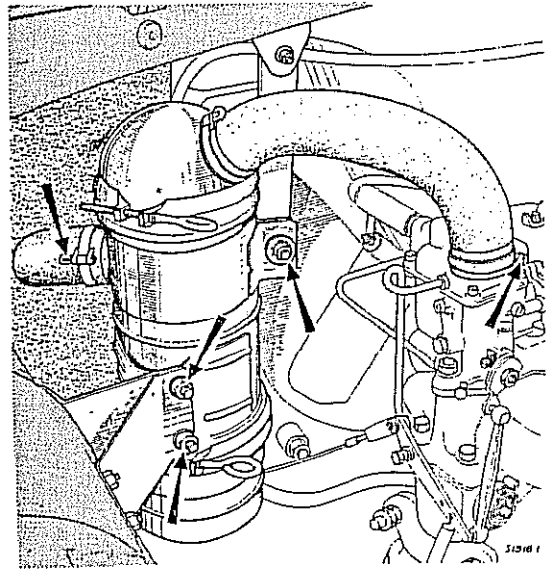

Fig. 121
**Desmontaje:** Para el desmontaje del filtro, se deben quitar las abrazaderas de los tubos de goma en la boca del carburador y en el tubo de admisión de aire. Luego quitar las tuercas que se indican con flechas en la Fig. 121.